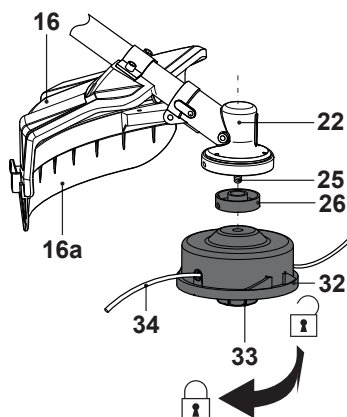

Fig. 31
- > Retirer la tête de coupe [32] en la dévissant dans le sens contraire des aiguilles d'une montre (Fig.31).